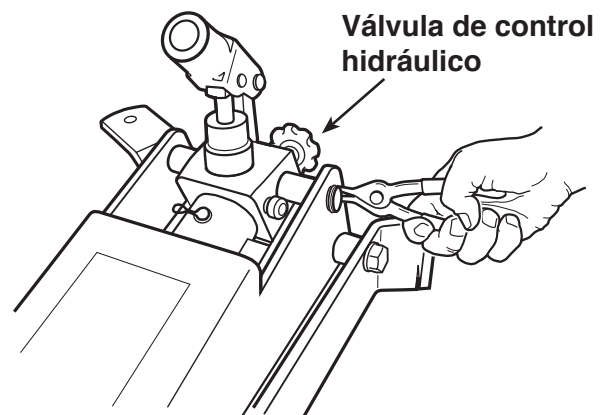

Figura 4
6. Inserte el perno (4) a través del marco, ensamble un espaciador (5), continúe insertando el perno a través de la unidad hidráulica, ensamble el otro espaciador y empuje el perno hacia afuera del marco. Conecte un anillo retenedor (6) a cada extremo del perno. Consulte la Figura 4.
7. Instale cásters (8) al marco con las arandelas de presión y las tuercas (13 y 14) ensambladas al final del marco. Use una llave de 1.91 cm (3/4") para apretar las tuercas.
10. Instale el eje estriado (1) usando el perno (2) proporcionado.